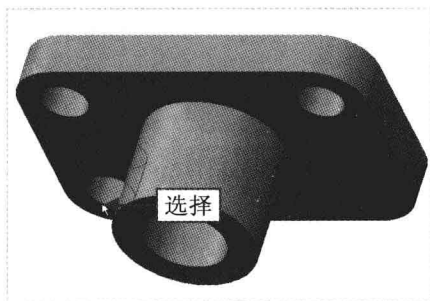

图 7-63 选择合适的孔
Step 02 在绘图区选择合适的孔,如图 7-63 所示。